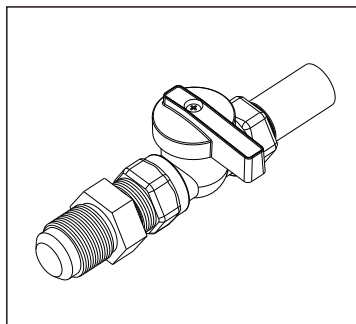

Figure 3
1. Connectez le couplage à la tuyauterie de gaz naturel (NG). Assurez-vous qu'il y a une vanne d'arrêt NG présente (figures 3 et 4). Assurez-vous que le couplage n'est PAS connecté au tuyau NG de 7.6m avant de continuer.